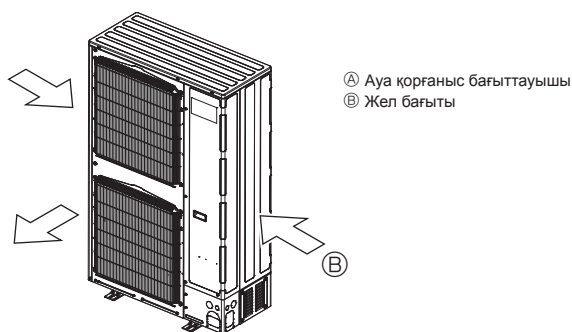

Fig. 2-18
- ③ Құрылғыны мүмкіндігінше, ауа өткізгіш маусымдық желдің бағытына перпендикуляр соғатындай етіп қондырыңыз. (Fig. 2-18)